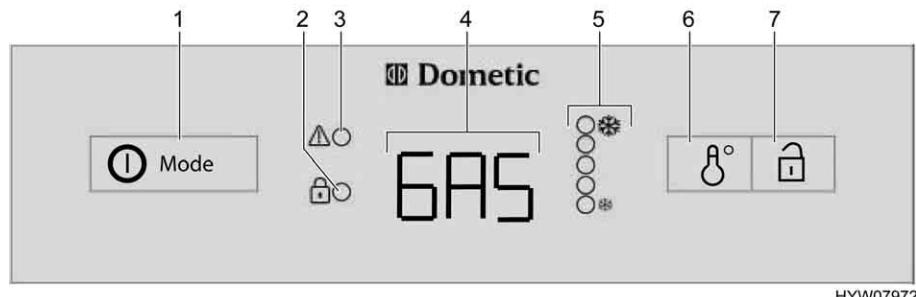

Bild 189 Bedienelemente für den Kühlschrank (Dometic 8er-Reihe mit AES)
Bei Störungen blinks die Anzeige-LED Störung "⚠" (Bild 189,3).
Wenn die 230-V-Versorgung **nicht** angeschlossen und der Fahrzeugmotor **ausgeschaltet** ist, wählt das AES die Gasversorgung. Beim Anwählen des Gasbetriebs wird die Zündsicherung automatisch geöffnet, so dass Gas zum Brenner strömen kann. Gleichzeitig wird der elektronische Zünder eingeschaltet. Erlöscht die Gasflamme, z. B. durch einen Luftzug, wird der Zünder sofort aktiviert und zündet das Gas wieder an. Bei Störung im Gasbetrieb blinkt in der Betriebsanzeige (Bild 189,4) der Text "GAS".
Nach dem Einschalten wählt der Kühlschrank automatisch die mittlere Thermostateinstellung. Diese Einstellung kann manuell mit dem Schalter für die Temperatureinstellung (Bild 189,6) nachgeregelt werden. Die Anzeige-LEDs (Bild 189,5) zeigen die gewählte Thermostateinstellung an. Mit dem Schalter wird die Kühltemperatur für alle drei Energiearten eingestellt. Es dauert einige Stunden, bis der Kühlschrank die normale Betriebstemperatur erreicht hat. Beim Umschalten der Betriebsart wird die Thermostateinstellung beibehalten. Die Kühltemperatur wird unabhängig von der Energieart beibehalten.
- Den Einschalter/Energie-Wahlschalter (Bild 189,1) 2 Sekunden lang drücken, um das Gerät einzuschalten. Die zuletzt gewählte Betriebsart wird in der Betriebsanzeige (Bild 189,4) angezeigt.
- Mit dem Einschalter/Energie-Wahlschalter (Bild 189,1) die Energieart wählen.
- Die Kühltemperatur am Schalter für Temperatureinstellung (Bild 189,6) einstellen. Die Anzeige-LEDs (Bild 189,5) zeigen die gewählte Thermostat-Einstellung.
- Den Einschalter/Energie-Wahlschalter (Bild 189,1) 2 Sekunden lang drücken. Alle Anzeigen erlöschen.